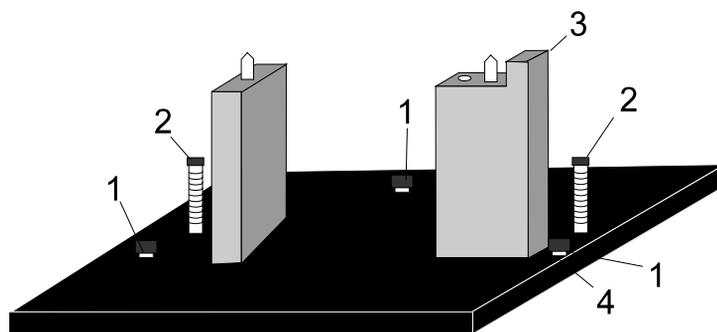

図 3. セルホルダーベース
- 2 ベースプレートのサンプル位置にセルホルダーベースを配置します。切欠ピラー（図3を参照）は必ず右側にくるようにします。